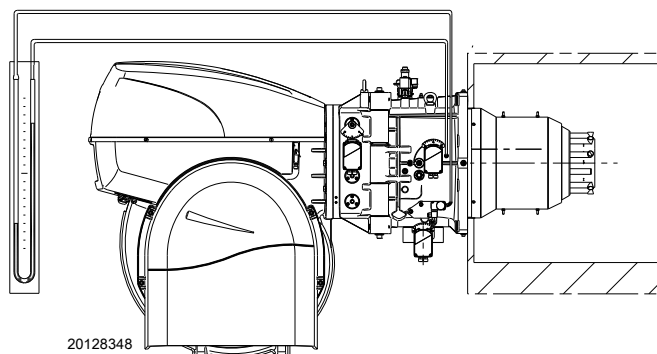

图 25
- 安装一个 U 型压力表或压力表（图 25），插座的 (+) 端为管路接口的燃气压力，(-) 端在炉膛内。压力表读数，用以计算燃烧器的最大出力。
燃气到达管路接口处时会显示在 U 型压力表（图 25）上。